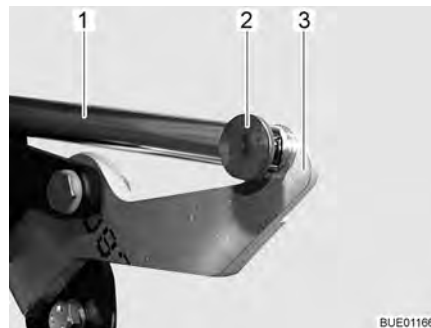

Fig. 102 Azionamento
- Rimuovere il collegamento (ad es. copiglia e perno) (Fig. 102,2) tra la biella (Fig. 102,1) e la leva (Fig. 102,3).